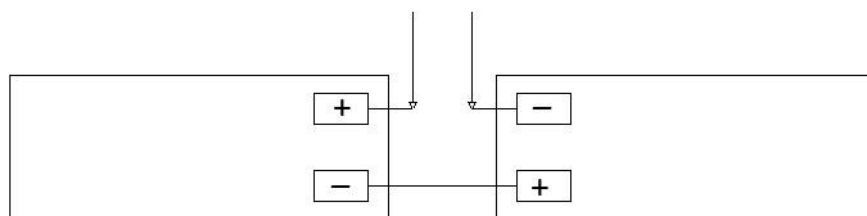

Рисунок 3. Схема подключения АКБ
2.9. При отключении питания от сети переменного тока прибор автоматически переходит на питание от резервных аккумуляторов (**эксплуатация прибора без подключенных аккумуляторных батарей запрещена**). Схема подключения АКБ приведена на рис. 3.
- вход «АКБ+» и «АКБ-» служит для подключения резервного источника питания. Схема подключения АКБ приведена на рис. 3.